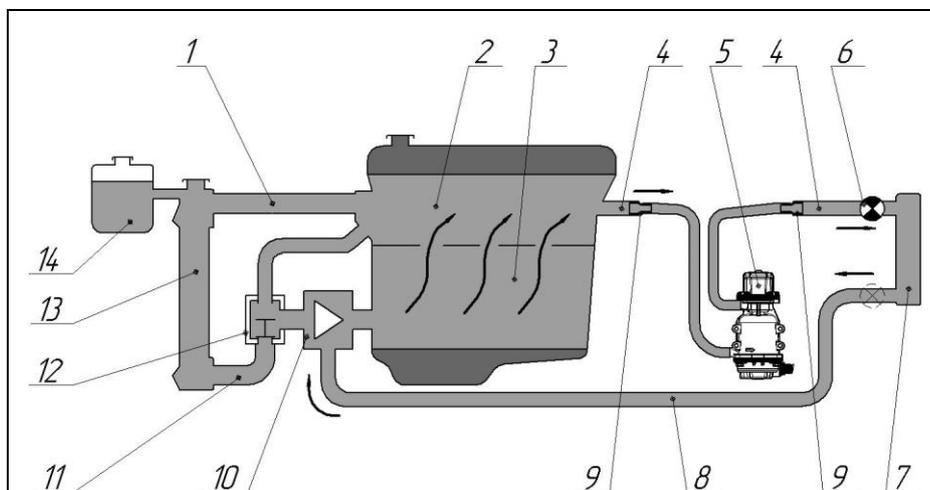

Рисунок 3
6.2 В состав комплекта входят детали и материалы, позволяющие произвести монтаж подогревателя на автомобиле по схеме, представленной на рис. 3. Подключение подогревателя к контуру циркуляции ОЖ производится через шланг подачи ОЖ от двигателя к радиатору отопителя салона независимо от расположения термостата.
6.3 Подогреватель должен быть установлен строго в вертикальном положении (насос вверх, рис. 3).
**⚠ ВНИМАНИЕ!** Для автомобилей оснащенных инновационной системой терморегулирования ИТМ (ряд бензиновых двигателей TSI, FSI и дизельных TDI концерна Volkswagen) монтаж подогревателя по схеме рис. 3 через отопитель салона не допускается из-за наличия в системе управляемых электромагнитных клапанов.